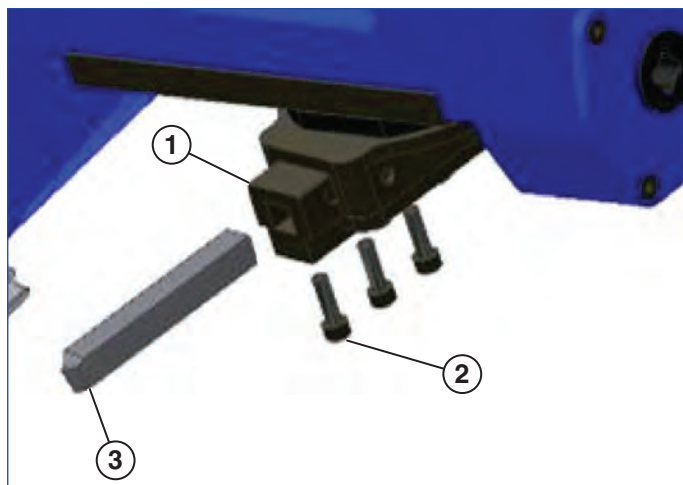

図 7
5. 送りネジを組み付けてから、刃物を刃物固定ブロックに取り付けます。(図7参照) 刃物を刃物固定ブロックの端面より、約12.7-19.1 mmの位置に合わせて、止めネジ3本で締め付けます。